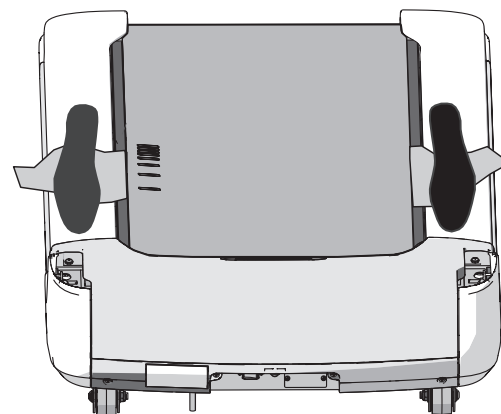

图2
7. 稳稳地站在毛巾两端上，避免双脚接触跑带（图2）。通过手柄或两侧扶手获得支撑。